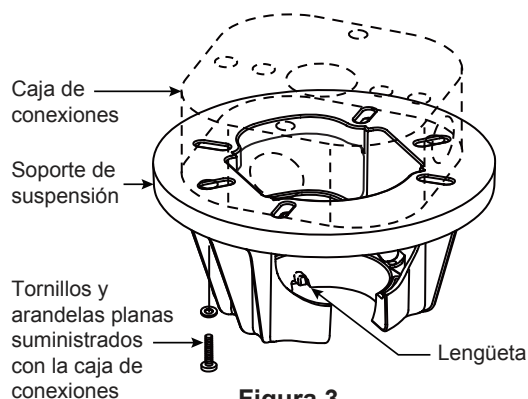
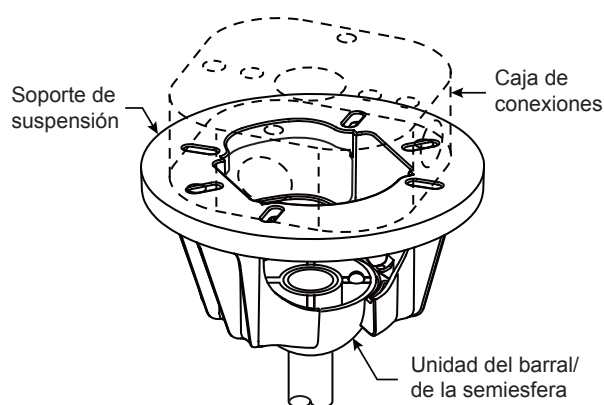

Figura 3
Figura 4
4. Coloque el soporte de la varilla y alinee los orificios de la clavija de horquilla en ambas piezas. Instale la clavija de horquilla y asegúrela con la pinza de horquilla. Fije los dos tornillos de presión y las tuercas de seguridad en el soporte de la varilla interior. Fije con seguridad el set de tornillos con el destornillador y luego fije bien las tuercas con una llave hexagonal. (Figura 4)
- ☐ 1. Fije bien el soporte de suspensión a la caja de conexiones con los tornillos y las arandelas planas suministrados con la misma. (Figura 3)
NOTA: Se deben pasar los tornillos de la caja de conexiones a través de los orificios que se encuentran en el soporte de suspensión. (Figura 3)
- ☐ 3. Con cuidado, levante el ventilador y apoye la unidad del barral/de la semiesfera en el soporte de suspensión que acaba de fijar a la caja de conexiones. (Figura 4) Asegúrese de que la ranura en la semiesfera esté alineada con el reborde del soporte de suspensión. (Figura 3)
3. Realice las conexiones de cables al bloque del terminal como se muestra en la Figura 4.